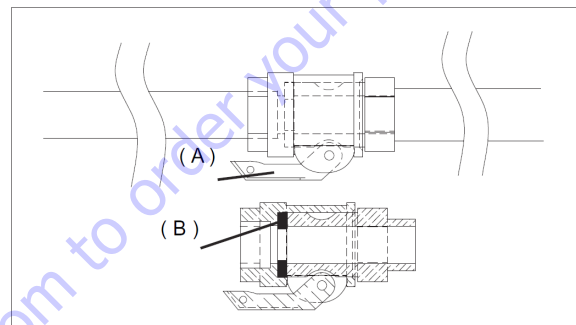

ABB. 8
Den Lufthahn der Pistole öffnen. Das Zellenrad drei oder vier Mal anhand des entsprechenden Schalters ein- und ausschalten (2-3 sec ein, 2-3 sec aus) und anschließend eingeschaltet lassen. Den Wasserzufluss regulieren, bis die vom Materialhersteller empfohlene Konsistenz erreicht ist. Den Lufthahn der Pistole schließen. Den Zustand der Materialschläuche und der Anschlüsse sowie die korrekte Montage der Dichtungen prüfen. In den ersten Schlauchabschnitt etwa drei Liter Zementbrei gießen und die Schläuche dann an die Fördersammelleitung (Bez. 10) und an die Sprühpistole anschließen. Sicherstellen, dass die Nockenhebel (A) der Anschlüsse korrekt arretiert sind und die Dichtung (B) abbildungsgemäß montiert ist (vgl. Abb. 8).